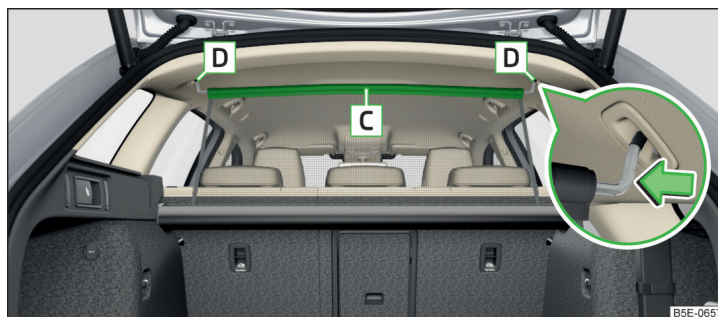

Fig. 124 La red de separación asegurada correctamente detrás de los asientos traseros en estado extraído
► Extraer la red separadora en la barra transversal [C] y engancharla en uno de los alojamientos [D] » fig. 124.
- Presionar sobre la barra transversal y retirarla de los alojamientos **[D]** » **fig. 124** primero de un lado y después del otro lado.